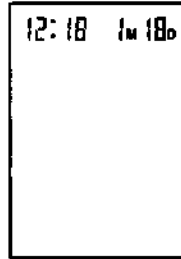

Figura 2-1
a. Cuando se coloquen las baterías el equipo entrará en el modo Reloj y la pantalla indicará hora y fecha. Vea las figuras , figura 2-1 para el Modelo KD-5031 y figura 2-2 para el Modelo KD-5962